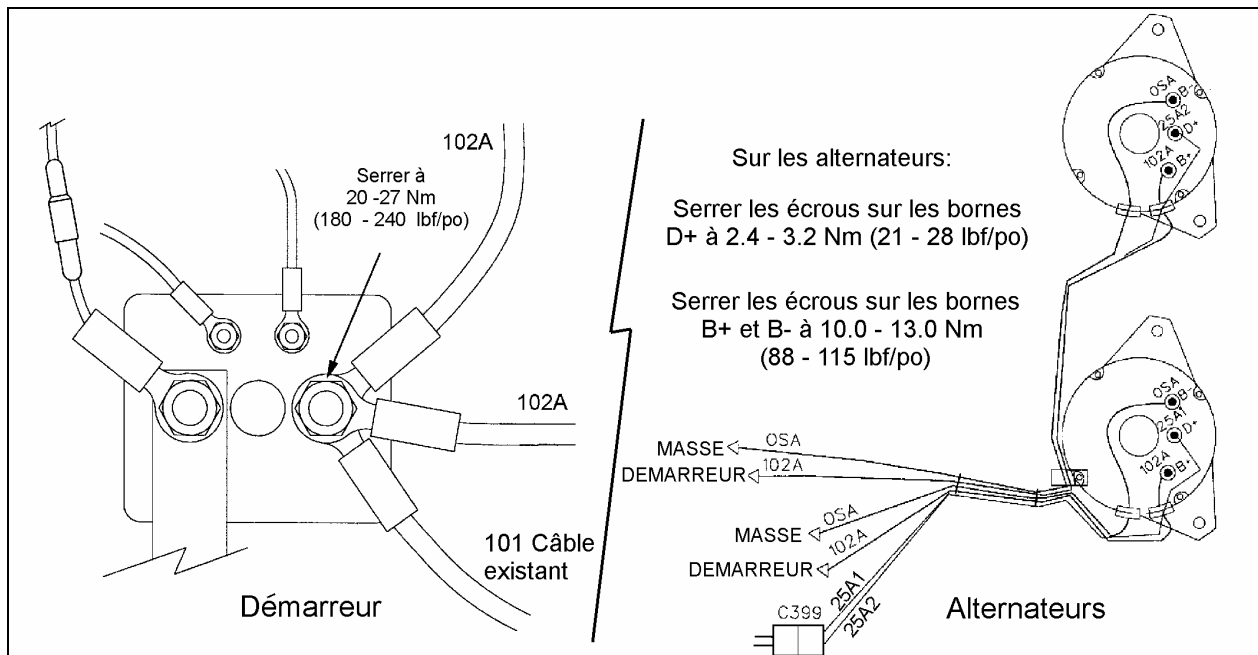

FIGURE 17 : INSTALLATION DES CÂBLES SUR L'ALTERNATEUR ET SUR LE DEMARREUR 06458
- Dans le compartiment moteur, une fois les alternateurs installés, brancher un des deux câbles 102A sur la borne B+ de chaque alternateur et serrer les écrous à un couple entre 10.0 et 13.0 Nm (88 – 115 lbf/po). Brancher l'autre extrémité sur la borne d'alimentation (batterie) du solénoïde du démarreur et serrer l'écrou à un couple entre 20 – 27 Nm (180 – 240 lbf/po), (voir la figure 17).
11. Dans le compartiment moteur, une fois les alternateurs installés, brancher un des deux câbles 102A sur la borne B+ de chaque alternateur et serrer les écrous à un couple entre 10.0 et 13.0 Nm (88 – 115 lbf/po). Brancher l'autre extrémité sur la borne d'alimentation (batterie) du solénoïde du démarreur et serrer l'écrou à un couple entre 20 – 27 Nm (180 – 240 lbf/po), (voir la figure 17).